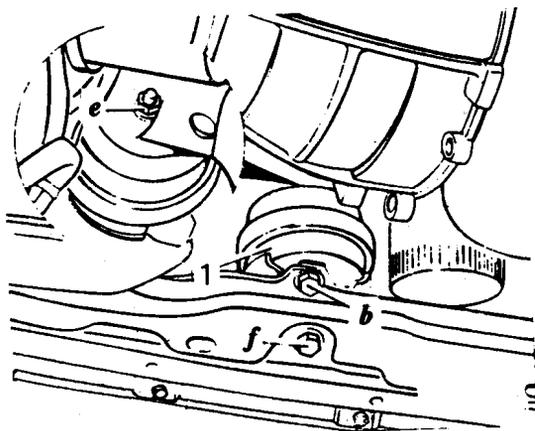

图 1-4 发动机前悬架
- (5) 发动机前悬架 1（图 1-4）各处拧紧力矩如下：